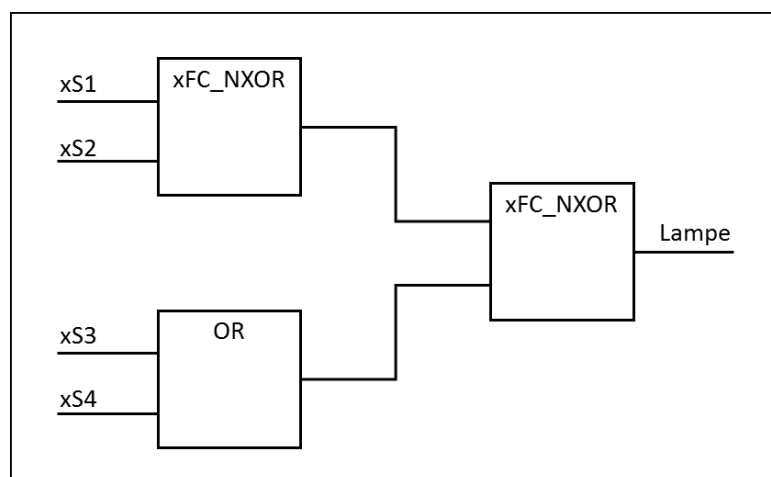

Abbildung 1: In CoDeSys umzusetzende Schaltlogik
- Bilden Sie im Programmbaustein "PLC\_PRG" die in **Abbildung 1** dargestellte Schaltlogik in **Continuous Function Chart (CFC)** nach und verwenden Sie hierbei Ihre eigene Funktion "xFC\_NXOR". Beachten Sie, dass es sich bei den Variablen xS1 - xS4 um die bereits importierten Systemvariablen zum LN-Schulungsboard handelt, wohingegen sich die Bezeichnung „Lampe“ auf den Ausgang bezieht, über den die Lampe des LLT-Experimentiermodells geschaltet wird!